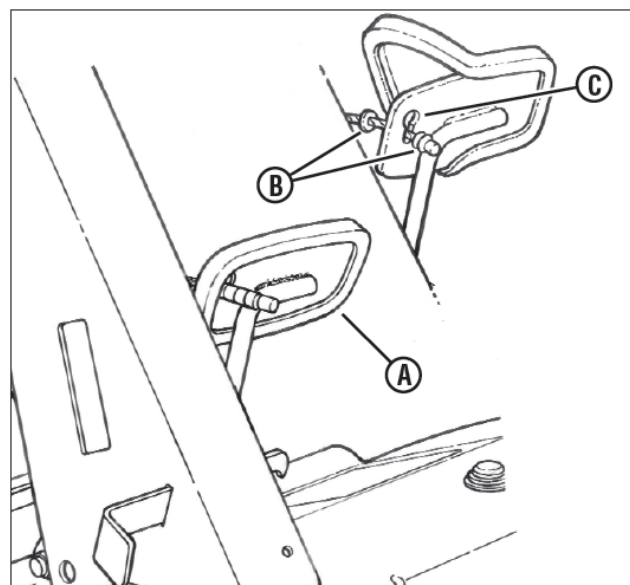

Рис. 38. Регулировка троса сцепления / тормоза
5. Когда регулировка ремня закончена, необходимо проверить, не ослаб ли трос педали сцепления / тормоза. Отключите стояночный тормоз и дайте педали (А, рис. 38) оставаться верхнем положении (колесный привод включен. Трос педали сцепления / тормоза должен иметь провис 0,5 см. Если нет, выполните регулировку троса.